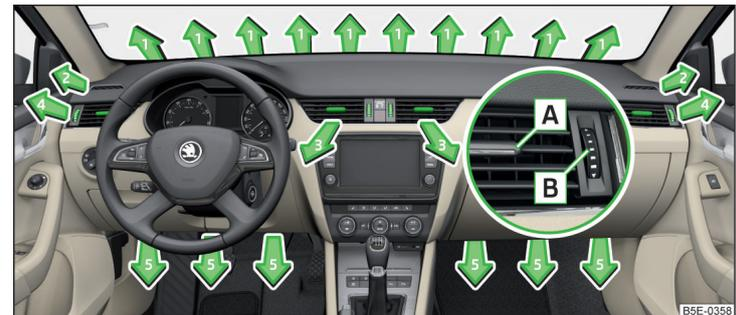
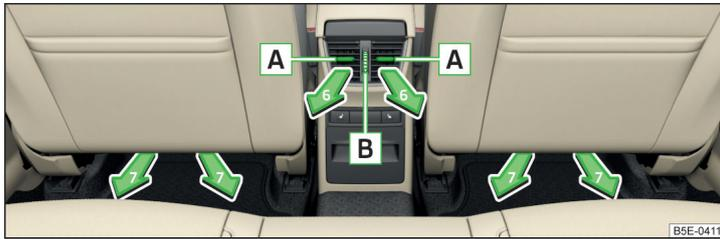

Abb. 122 Luftaustrittsdüsen vorn
Abb. 123 Luftaustrittsdüsen hinten
Bei den Luftaustrittsdüsen **3, 4** » Abb. 122 und **6** » Abb. 123 kann die Luftstromrichtung geändert und die Düsen können auch einzeln geschlossen und geöffnet werden.
- › Die waagerechten Lamellen mithilfe des verschiebbaren Verstellelements **A** » Abb. 122 bzw. » Abb. 123 nach oben oder unten schwenken, um die Höhe der Luftströmung zu ändern.
- › Die senkrechten Lamellen mithilfe des verschiebbaren Verstellelements **A** » Abb. 122 bzw. » Abb. 123 nach links oder rechts drehen, um die seitliche Richtung der Luftströmung zu bedienen.
- › Den Regler **B** » Abb. 122 bzw. » Abb. 123 nach oben drehen.
- › Den Regler **B** » Abb. 122 bzw. » Abb. 123 nach unten drehen.
Richtung des Luftaustritts einstellen	Aktive Luftaustrittsdüsen » Abb. 122 und » Abb. 123